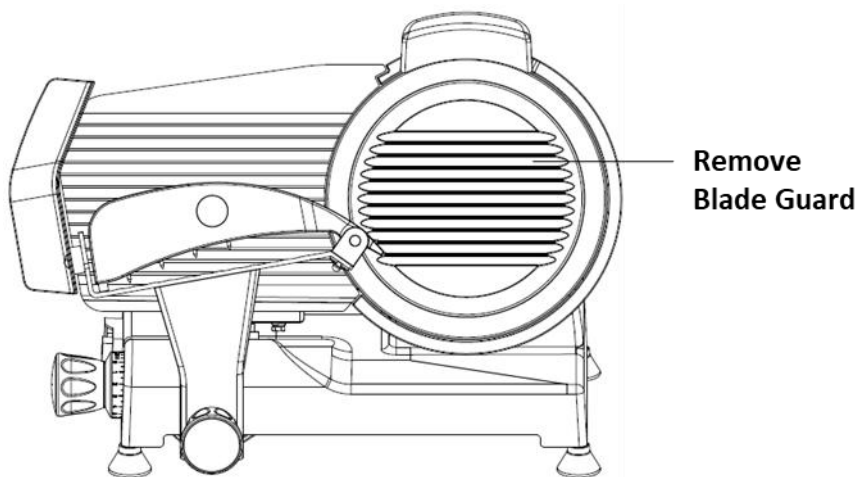

Abb. 3
5. Legen Sie eine Hand flach auf den Klingenschutz (Teil Nr. 9) und drehen Sie den schwarzen Klingenschutzknopf (Nr. 14, auf der Rückseite des Alleschneiders hinter der Klinge) gegen den Uhrzeigersinn, bis der Klingenschutz (Nr. 9) freigegeben wird. (Siehe Abb. 3)
6. Entfernen Sie die drei Kreuzschlitzschrauben, mit denen das Messer befestigt ist (Teil Nr. 8). (Siehe Abb. 3) Die Klinge ist nun vom Schaft gelöst und kann durch vorsichtiges Ziehen nach außen entfernt werden.